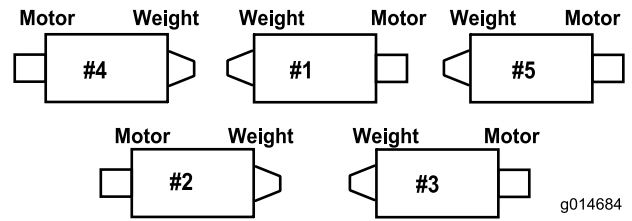

Figura 7
**Importante:** Nas unidades de corte n.º 4 (frontal esquerda) e n.º 5 (frontal direita) (Figura 7), utilize as porcas de montagem do suporte da barra para instalar os guias de tubos na frente dos separadores da unidade de corte (Figura 8). Os guias de tubos devem inclinar para a unidade de corte central (Figura 8 e Figura 9).